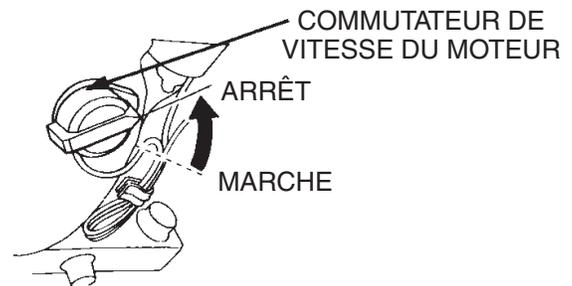

Figure 21. Commutateur Marche/Arrêt du moteur (Position d'Arrêt)
2. Placer le commutateur de MARCHE/ARRÊT du moteur (Figure 21) dans la position **ARRÊT**.